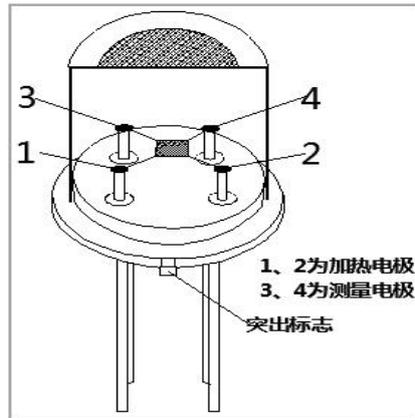

图 6：管脚示意图
**8.1.7 电压加错管脚:** 如图 6 所示，传感器 1、2 管脚连接加热电路，3、4 管脚连接测量电路。在满足传感器电性能要求的前提下，加热和测量可共用同一个电源电路。